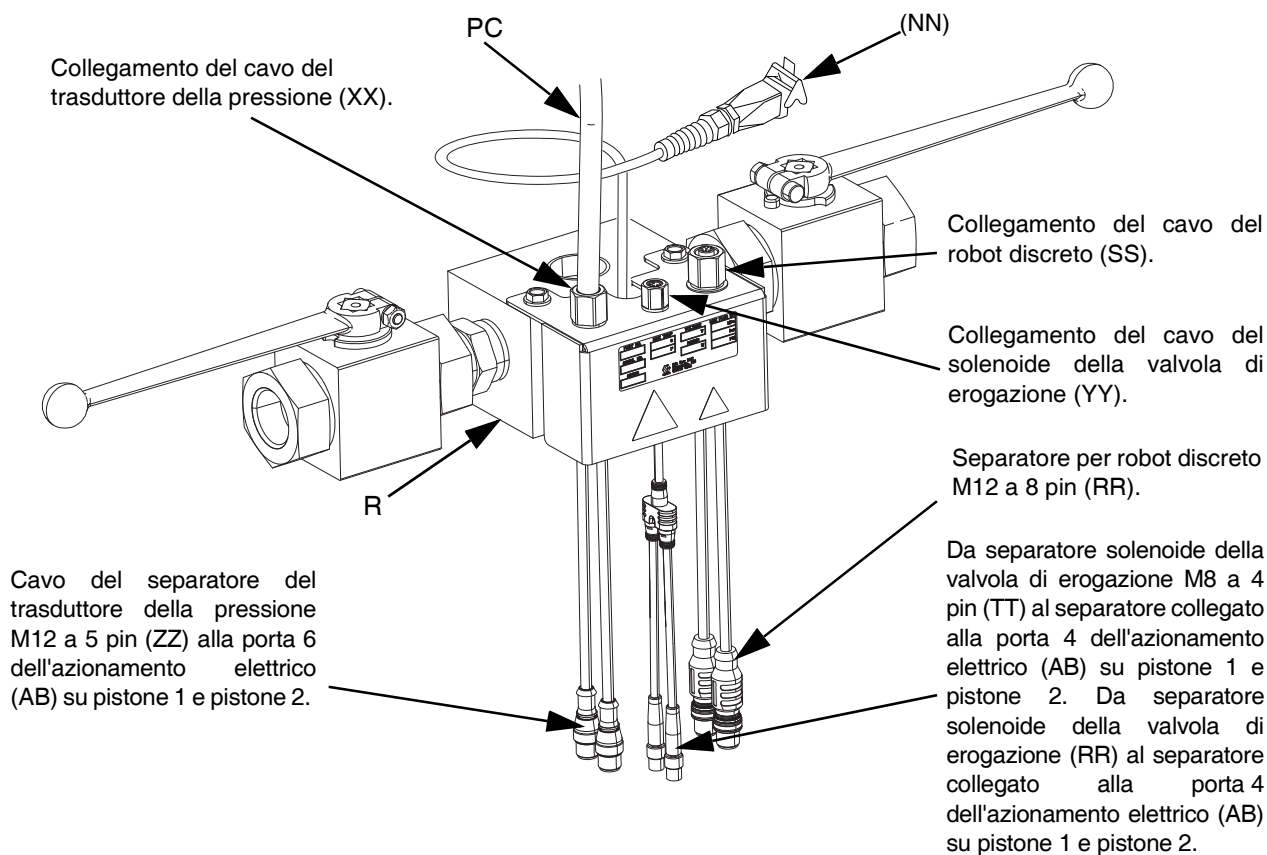

FIG. 22
1. In caso di utilizzo di un Sistema di alimentazione a pistone iQ singolo, collegare il cavo del trasduttore della pressione (PC) dalla valvola di erogazione (B) alla porta 6 sull'unità di comando elettrica (AB). Vedere **Collegamenti di comunicazione del comando elettrico** per pistoni singoli a pagina 16.
- a. Collegare il cavo del trasduttore di pressione (PC) dalla valvola di erogazione (B) allo splitter del trasduttore di pressione della valvola sul blocco tandem. Vedere FIG. 22.
- b. Collegare un'estremità maschio del cavo dello splitter del trasduttore di pressione M12 a 5 pin (ZZ) sul blocco tandem (R) alla porta 6 dell'unità di comando (AB) sul pistone 1. La seconda estremità maschio va alla porta 6 sul Ram 2. Vedere **Conessioni di comunicazione dell'unità di comando elettrica per Pistone in tandem** a pagina 17.